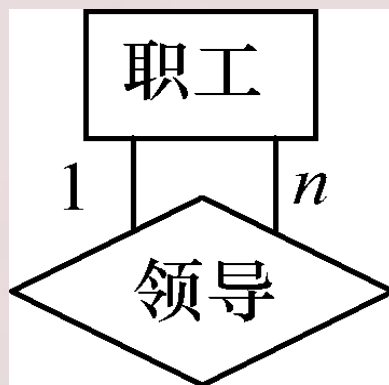

图7.8 单个实体型内的一对多联系示例
(3) 单个实体型内的联系
- 例如，职工实体型内部具有领导与被领导的联系，即某一职工（干部）“领导”若干名职工，而一个职工仅被另外一个职工直接领导，因此这是一对多的联系，如图7.8所示。